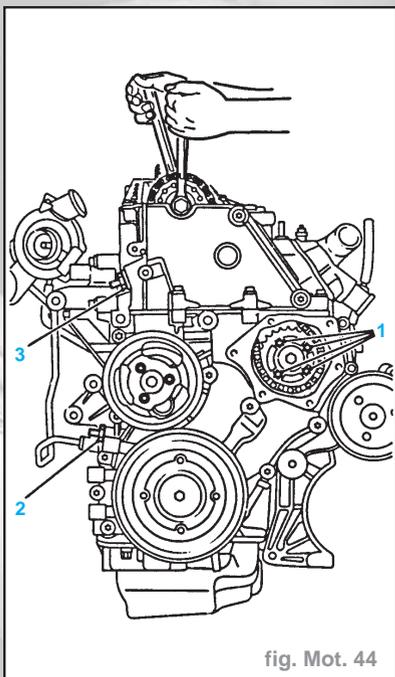

fig. Mot. 44
- Déposer le tendeur de chaîne simplex (3) et le tendeur de chaîne duplex (2). Tenir compte de la position de montage. Déposer la vis de fixation du pignon de distribution de l'arbre à cames. Contre-tourner à l'hexagone de l'arbre à cames à l'aide d'une clé à fourche (fig. Mot. 44).
- Desserrer les vis de fixation (1) du pignon de la pompe d'injection simplex. Garantir une résistance de vissage de **10,9**. Remplacer les vis de fixation si nécessaire.
- tendeur de chaîne par l'intermédiaire du boulon de déverrouillage (1).
- Serrer les vis de fixation (1) avec une résistance de **10,9** pour le pignon de la pompe d'injection simplex. Couple de serrage : **2,8 daN.m** (fig. Mot. 44).
- Déposer le tendeur de chaîne simplex (3). Tenir compte de la position de montage (fig. Mot. 44).